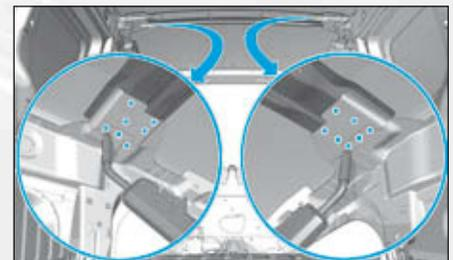

FIG. 135
- Souder par points bouchons MAG, puis meuler les points de soudure (Fig.135).